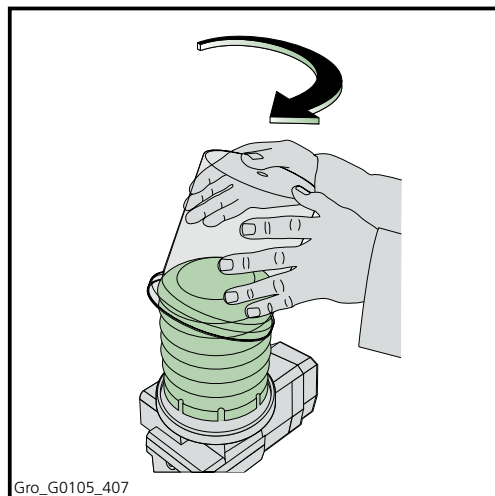

Abbildung 4.8 Einsetzen der Schutzhaube
5. Reinigen Sie die Schutzhaube, setzen Sie sie wieder auf die Pumpe (Abbildung 4.8) und drehen Sie sie rechts herum (im Uhrzeigersinn) fest.